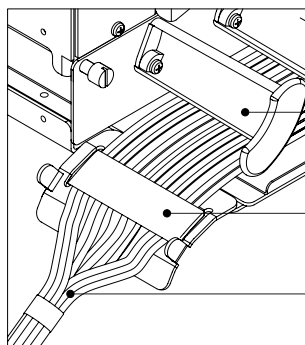
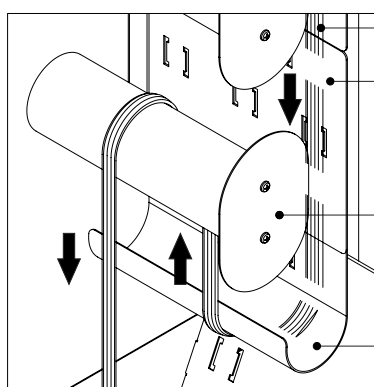

Figura 10A
Figura 10B
2. Após a instalação de todos os cordões, fixe-os na saída do Sub-Rack utilizando o Velcro dupla face. (veja figura 10A).
3. Fixe os cordões unidos na placa divisória ou no fundo do suporte traseiro (item 1) localizados ao lado esquerdo dos Sub-Racks utilizando o Velcro dupla face.
4. Fixe os cordões nas demais placas divisórias, passando pela curva guia de cabos (item 2) até o tubo guia (item 3) (veja figura 10B).